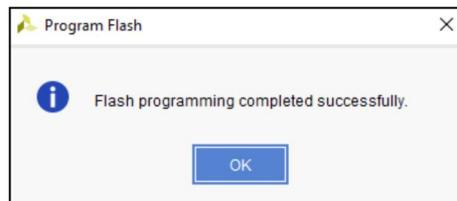

Рис. 2-10 Успешное завершение программирования микросхемы конфигурационной памяти MT25QL256
12. При успешном завершении процесса программирования должно появиться окно, как показано на Рис. 2-10. Закрывать окно «Program Flash», нажав «ОК».